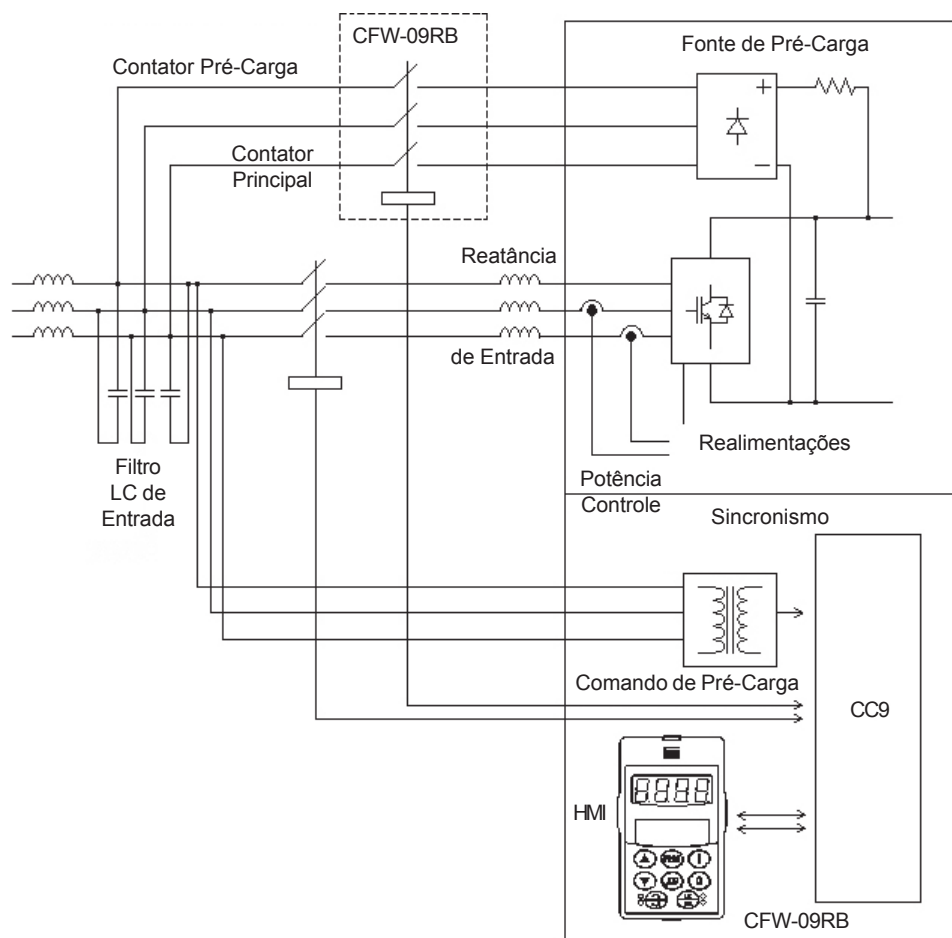

Figura 1.23 - Blocodiagrama Simplificado do CFW-09RB
A figura 1.23 apresenta o blocodiagrama simplificado do CFW-09RB.
- ☑ Os três primeiros bornes da esquerda para a direita da figura 2.1 são utilizados para pré-carga e alimentação da ventilação. É extremamente importante que esta conexão de alimentação venha da conexão do filtro capacitivo (ver figura 1.23) e não da conexão de potência, caso contrário o chaveamento dos IGBT's interferirá no funcionamento dos ventiladores provocando sobreaquecimento dos mesmos.